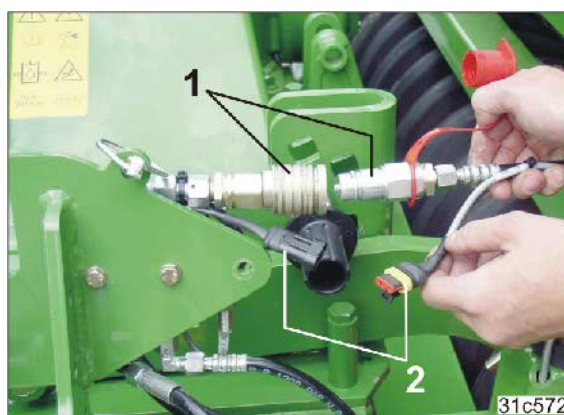

Fig. 106
4. Adskil spormarkør-sensorkablet (Fig. 106/2).
5. Afbryd spormarkør-hydraulikslangerne (Fig. 106/1).